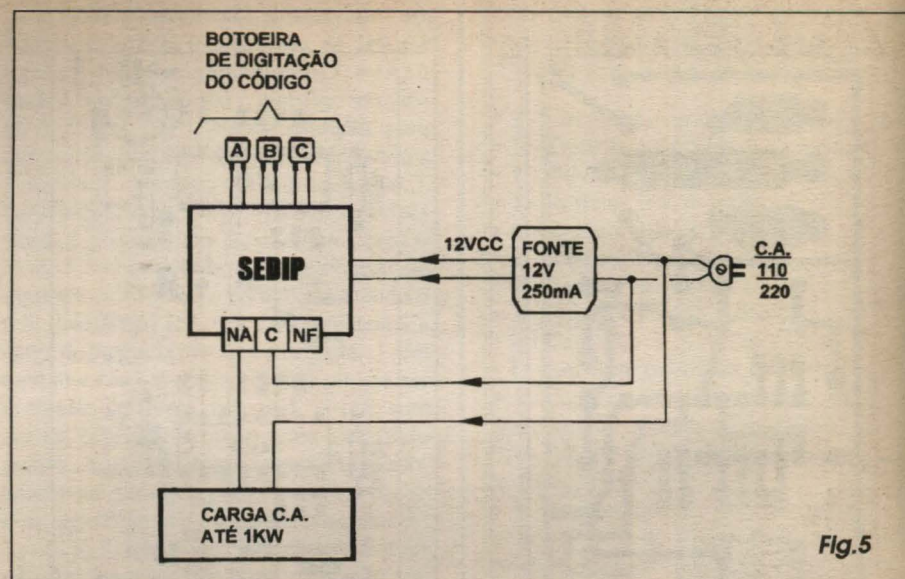

Fig.5
- FIG. 5 - DIAGRAMA BÁSICO DE INSTALAÇÃO/UTILIZAÇÃO - As características lógicas e elétricas dos três contatos disponíveis (e reversíveis) do relê interno do SEDIP permitem - na verdade - inúmeras variações aplicativas práticas e funcionais (inclusive com a carga *desligando* ao ser inserido o correto código, numa ação reversa com relação às funções básicas do chaveamento...). No arranjo mais óbvio e convencional, contudo, o esquema mostrado deverá ser seguido, caso em que um carga para C.A. (110 ou 220 volts, até 1 KW...) será *ligada* quando o correto código numérico for digitado no tecladinho do SEDIP... Para o desligamento da carga, bastará *um* toque sobre o *push-button* A... Voltamos a lembrar que a ordem *real* da disposição dos três botões de digitação *não precisa* ser a mais lógica e aparente (A-B-C, da esquerda para a direita...). Para complicar-se mais as coisas para um eventual *xereta* ou intruso, as posições poderão ser C-B-A, ou A-C-B, B-A-C, B-C-A, C-A-B... Inclusive o arranjo físico dos botões não precisa ficar *em linha*, podendo os três *push-buttons* serem dispostos nos vértices de um imaginário triângulo,